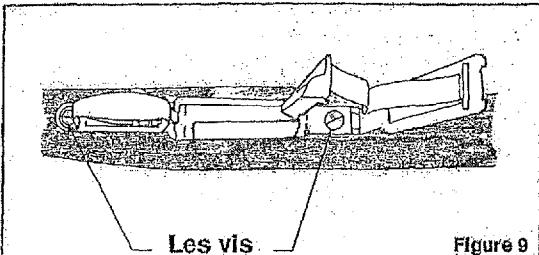

Figure 9
4. Enlevez les vis du pontet. Voir la figure 9.